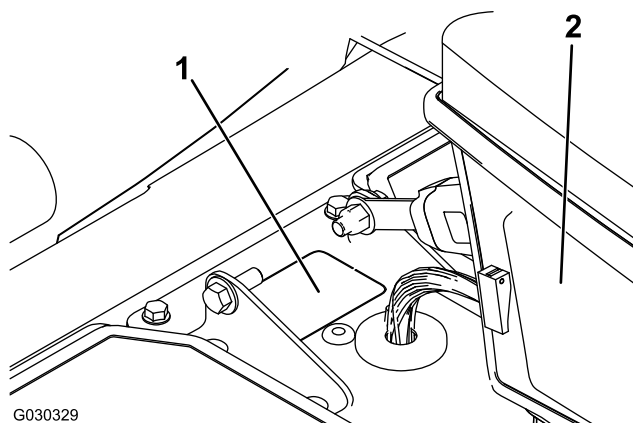

Figura 6
1. Togliete il tappo di otturazione dietro il quadro di comando (Figura 6).